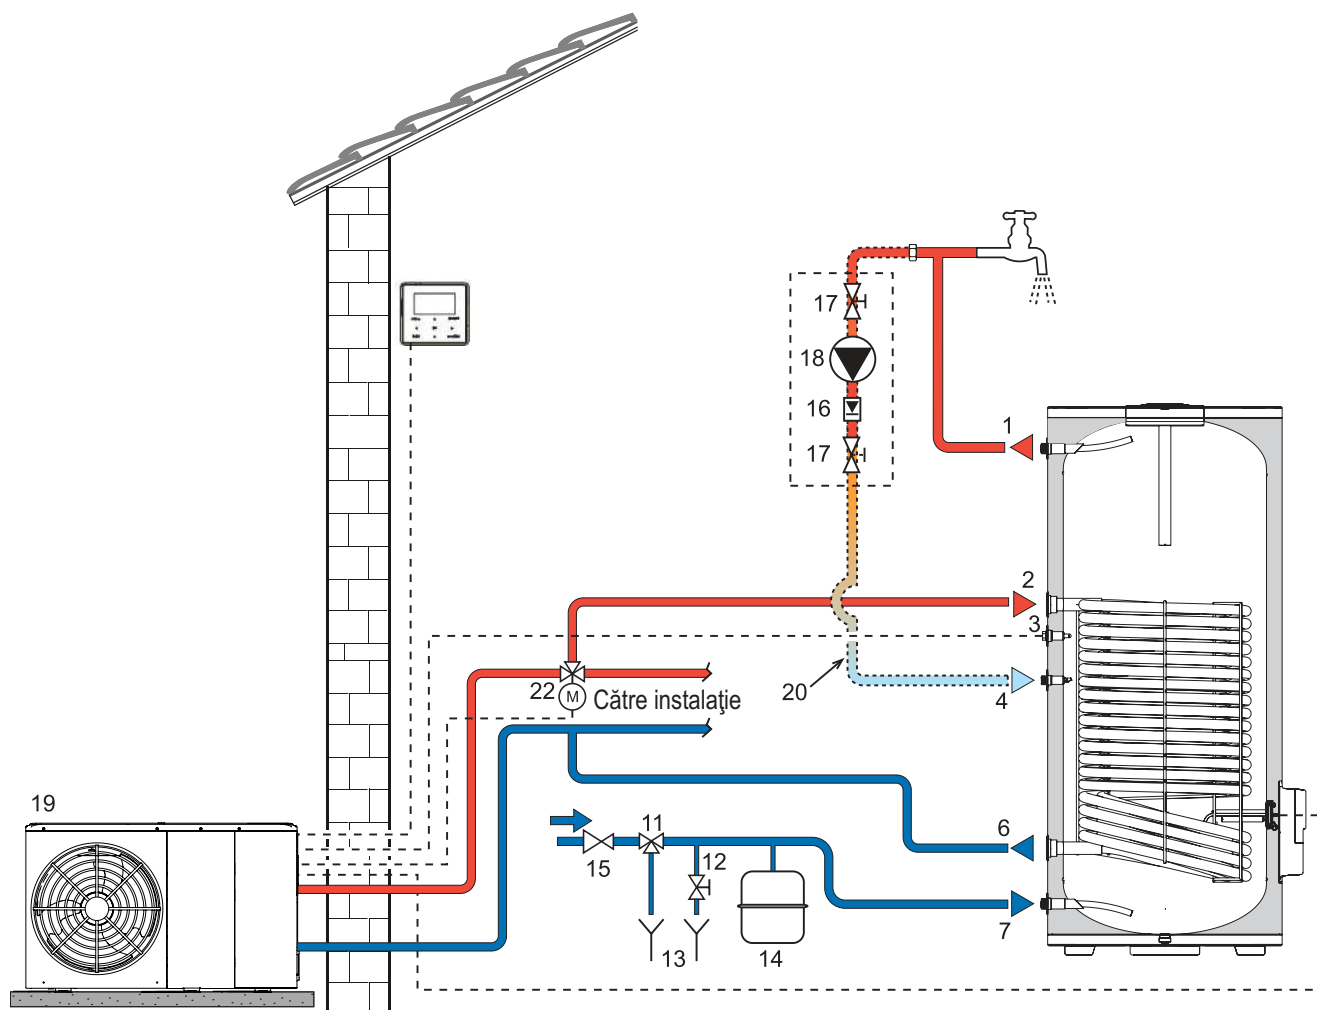

fig. 10 - Circuitul hidraulic ECOUNT HP 1C
- Pentru a efectua golirea, închideți robinetul de umplere de la rețea, conectați un furtun flexibil la racordul de scurgere (nu este furnizat - elem. 12 din fig. 10 și fig. 11), pregătit în faza de instalare, și așezați celălalt capăt într-o zonă prevăzută cu scurgere externă.